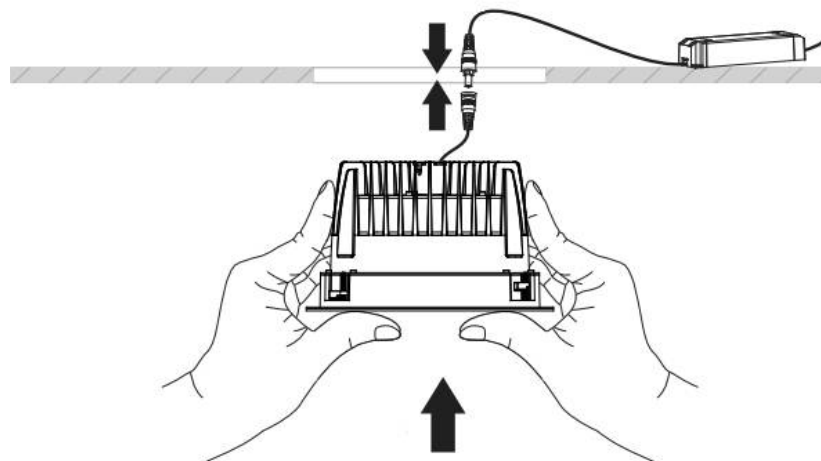

Рисунок 4 - Установка светильника в потолочную нишу
5.3.5 Установить светильник в потолочную нишу (рис. 4)